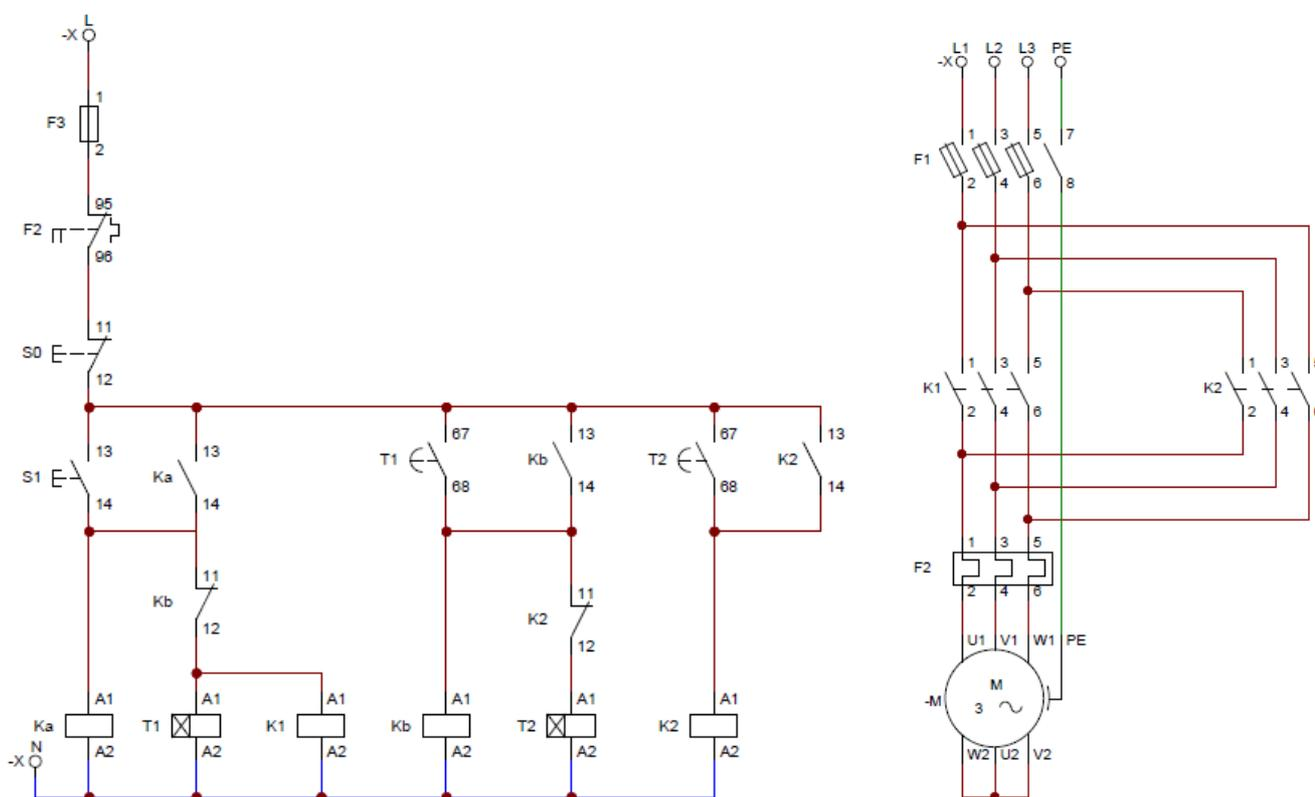

Figura 2. Circuito de control para el arranque, paro e inversión de giro de un motor jaula de ardilla. Inversión en forma automática.
1. Implemente el circuito de la figura 2.